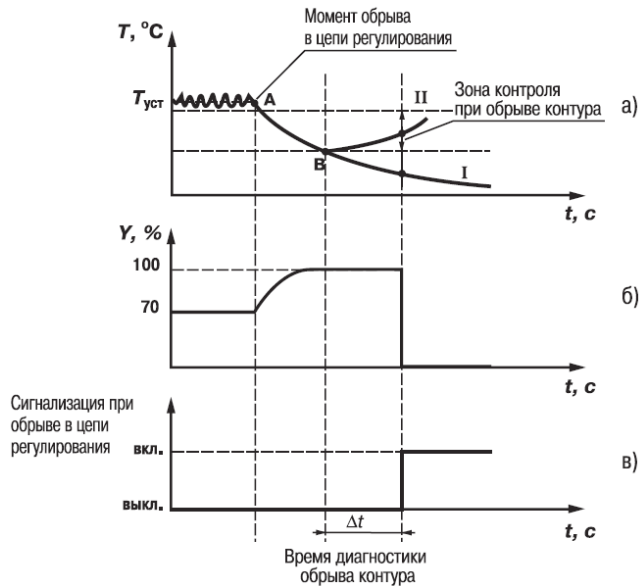

Рисунок 3.13
3.2.8.3.3 Приведем пример срабатывания устройства диагностики обрыва контура (рисунок 3.13).
В точке А нагреватель вышел из строя, и температура начинает уменьшаться (рисунок 3.13, а). Регулятор увеличивает выходной сигнал (рисунок 3.13, б), контролируя отклик системы. Поскольку температура продолжает уменьшаться, рассогласование растет, и значение Y достигает 100 %. В момент достижения $Y = 100\%$ (точка В) прибор начинает отсчет «времени диагностики обрыва контура» Δt .
Если по истечении этого времени температура продолжает уменьшаться, сигнализация срабатывает (кривая I на рисунке 3.13, а). Если температура стала расти, но за время Δt изменение температуры не превысило «ширину зоны диагностики обрыва контура» (кривая II на рисунке 3.13, а), сигнализация также срабатывает (рисунок 3.13, в).